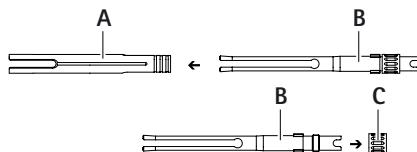

Fig. 8
- Allentare la vite di arresto C indietro e rimuoverla dalla pinza di serraggio B, vedere Fig. 8.